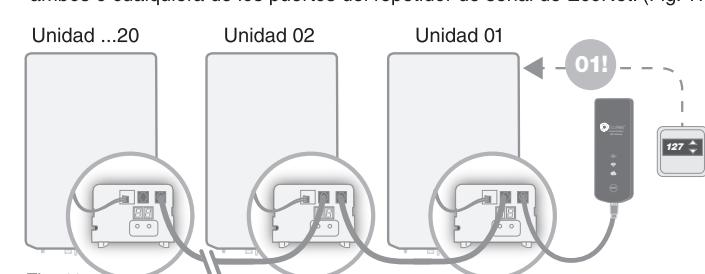

Fig. 11
- Conecta las unidades entre sí con el cable RJ25 suministrado usando ambos o cualquiera de los puertos del repetidor de señal de EcoNet. (Fig. 11)
- Connectez en série les appareils raccordés à un collecteur à l'aide du câble RJ25 fourni, en vous servant des deux/n'importe quel port(s) EcoNet du réémetteur EcoNet. (Fig. 11)